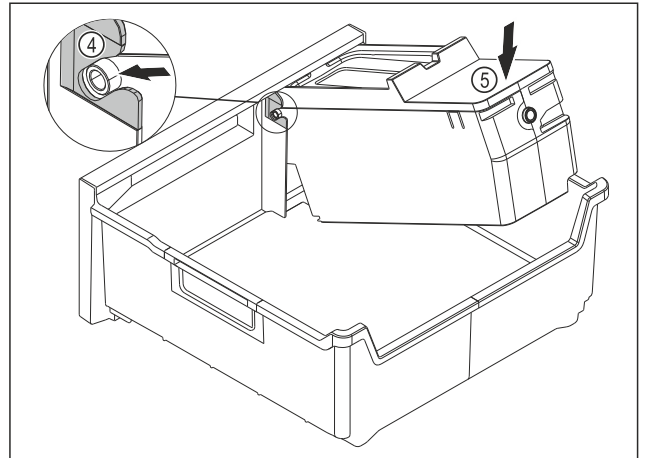

Fig. 140
- ▶ Monter le corps de l'EasyTwist-Ice : Insérer les axes du corps de l'EasyTwist-Ice dans les guides Fig. 140 (4).
- ▶ Appuyer l'arrière du corps de l'EasyTwist-Ice Fig. 140 (5) vers le bas.